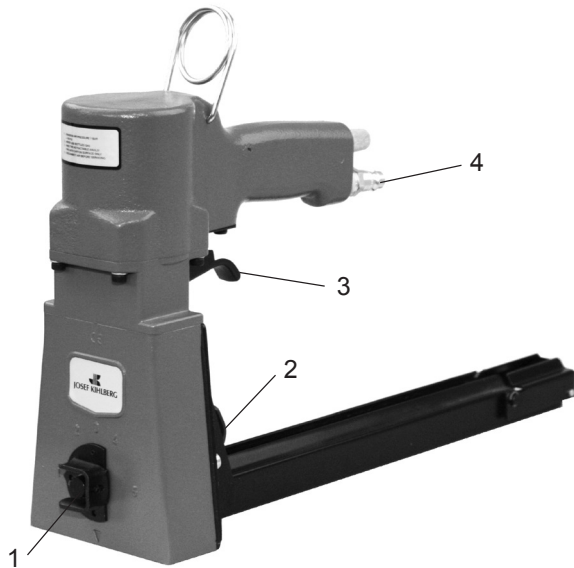

Fig. 1
1. Klammergerät gegen das Packgut drücken und Abzug (Fig. 1/4) betätigen.